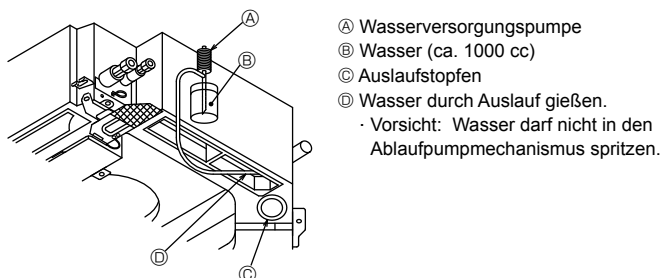

Fig. 6-2
6.3. Kontrolle der Entleerung (Fig. 6-2)